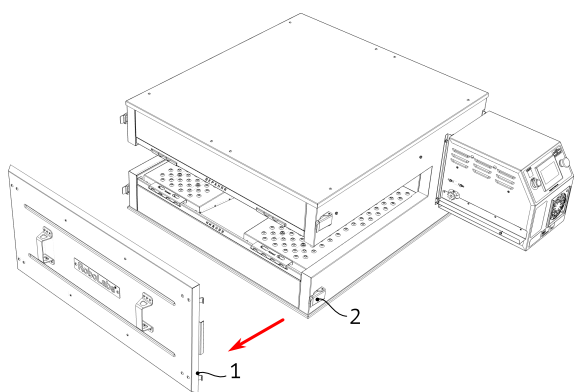

Рисунок 3
5. Снимите дверь 1, открепив защёлки 2, см. Рис. 3.